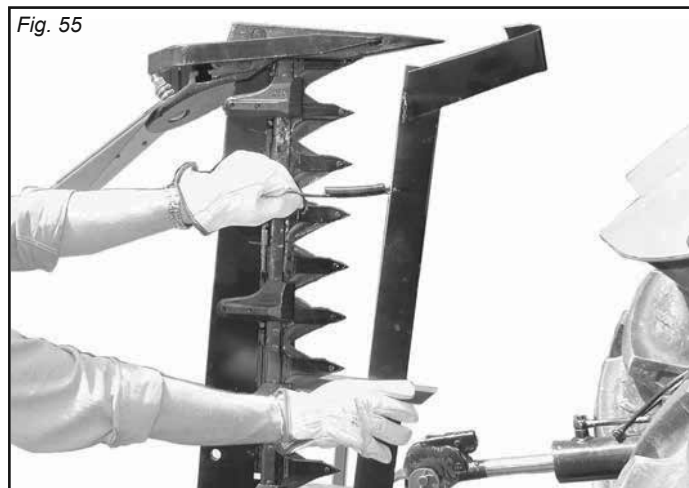

Fig. 55
- Couvrir les lames coupantes et le sabot externe avec les protections spéciales (Fig. 55).